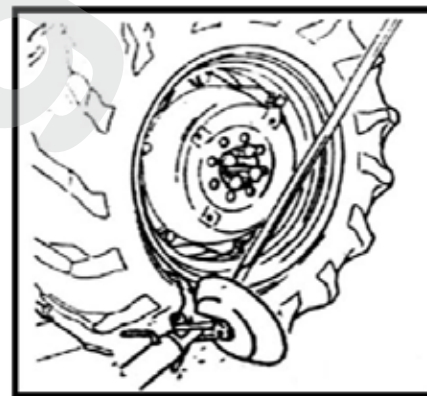

Рис. 16
- (4) Переведите монтажный палец к внешнему краю обода.
- (5) Вставьте монтировку между ободом и бортом справа от инструмента (рис. 16).
- (6) Нажмите на монтировку и опустите колесо до тех пор, пока край обода не окажется на расстоянии 5 мм от монтажного пальца.
- (7) Вращайте колесо против часовой стрелки, чтобы снять один из бортов шины.